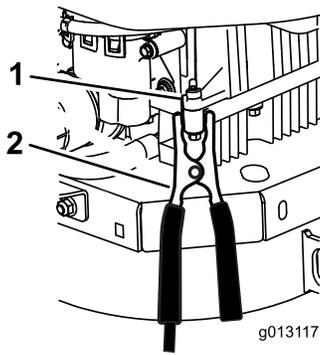

Figura 63
6. Haga la conexión final al bloque motor del vehículo que no arranca (NO al borne negativo de la batería) en un punto alejado de la batería, y apártese (Figura 63).